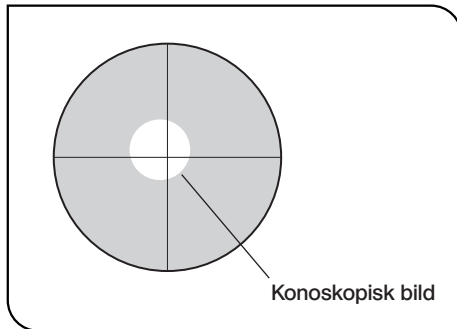

Fig. 26
6. För att ljusa upp och underlätta undersökning av den konoskopiska bilden under justering av optiska axeln, vrider man analysatorn bort något från läget med total utsläckning. (Fig. 26)